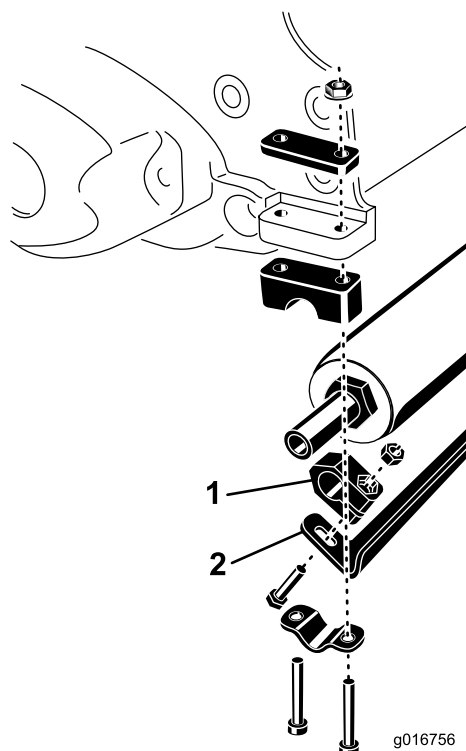

Figura 2
3. Montate il raschiarullo, senza fissarlo, su ciascuna estremità del rullo con un morsetto, una vite a testa cilindrica e un dado. Posizionate gli elementi come illustrato in Figura 2.
4. Montate il rullo, senza fissarlo, sull'apparato di taglio con le viti a testa cilindrica, gli attacchi a cavallotto e dadi rimossi in precedenza (Figura 2).
5. Centrate il rullo rispetto all'apparato di taglio e serrate le viti a testa cilindrica e i dadi sull'attacco a cavallotto del rullo (Figura 2).